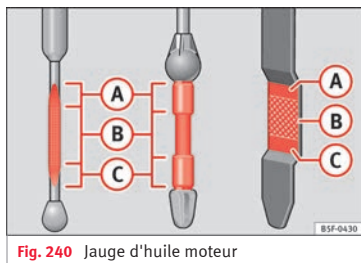

Fig. 240 Jauge d'huile moteur
- Puis retirez-la à nouveau et vérifiez le niveau d'huile **»** **fig. 240.** Faites l'appoint d'huile moteur si nécessaire.
Ne démarrez pas le moteur si le niveau d'huile se trouve au-dessus de la zone » **fig. 240 (A)**. Risque d'endommagement du moteur et du catalyseur ! Prenez contact avec un atelier spécialisé.
Le niveau d'huile ne doit en aucun cas dépasser la zone » **fig. 240 (A)**. Sinon, de l'huile risque d'être aspirée par l'aération de carter-moteur et parvenir dans l'atmosphère par l'intermédiaire du système d'échappement.